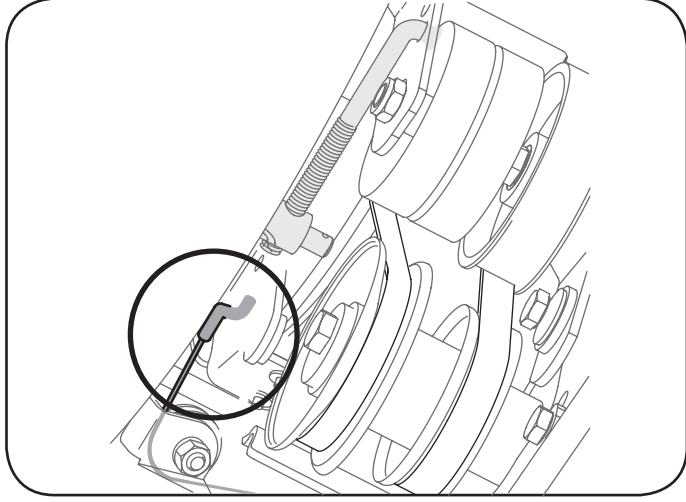

Figure 26
6. Tirez le support du frein vers le gâlet de guidage du câble et décrochez le raccord en «Z» du câble de la tarière. Voir la Figure 26.